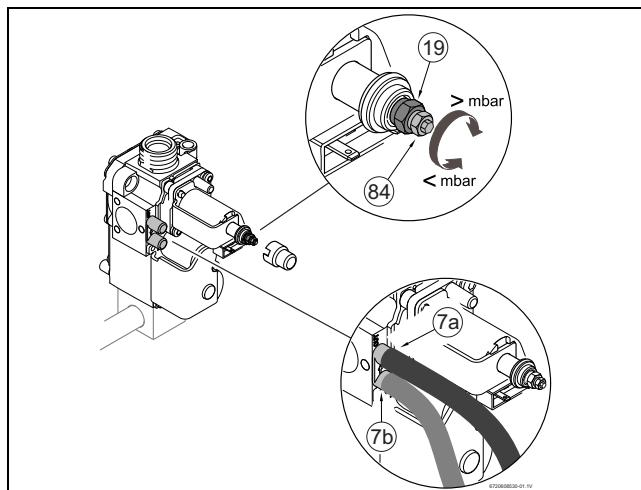

Рис. 29 Газовая арматура
- ▶ Перевести панель управления в сервисную позицию (рис. 29).
- ▶ Снять опломбированный колпачок установочного винта газа (19) (рис. 29).